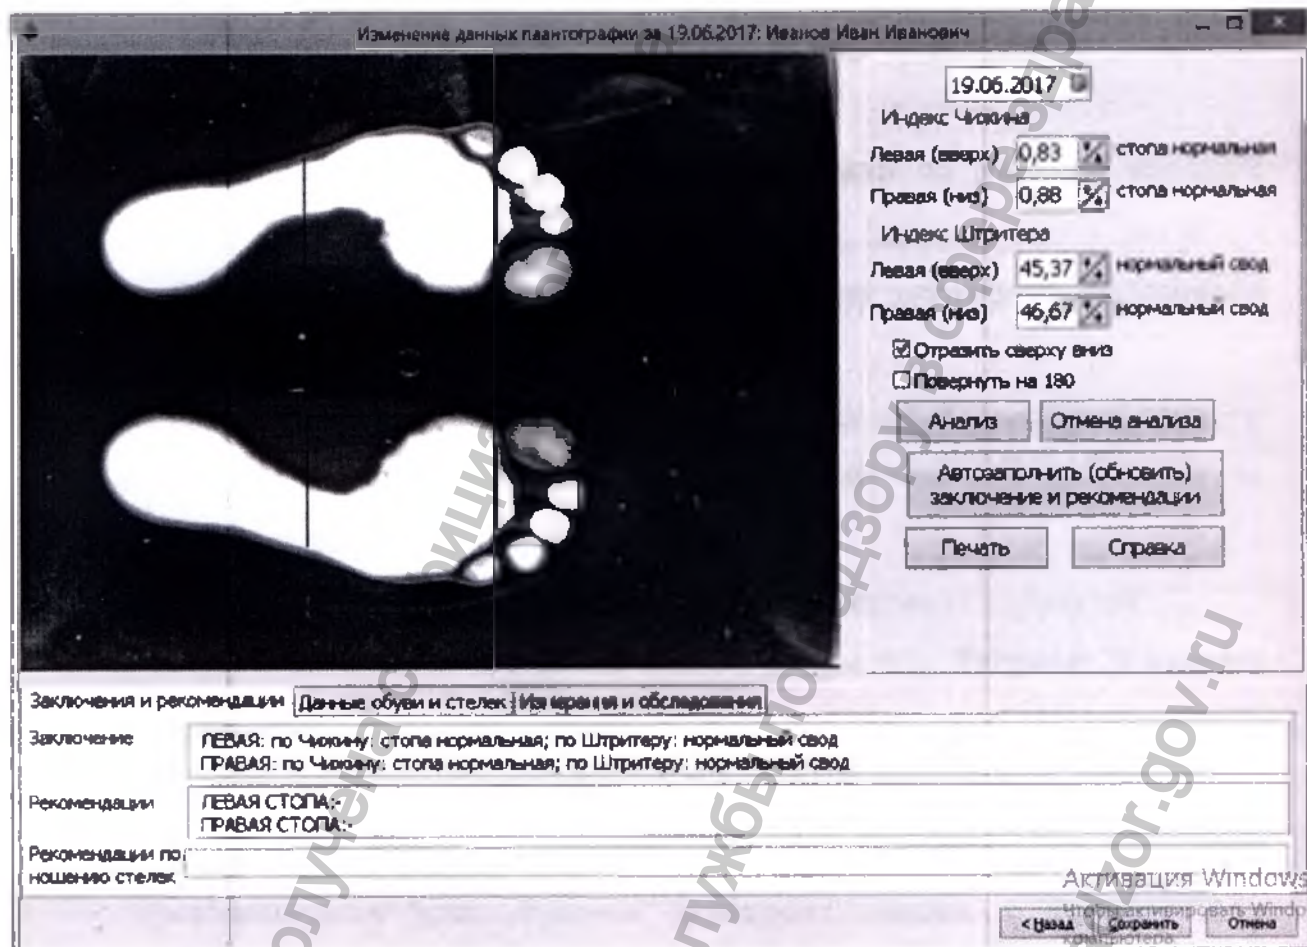

Рисунок 2. диалоговое окно снятия и анализа плантограммы.
➤ встать в центре площадки плантографа вдоль его длинной стороны (с равномерным упором на обе стопы – см. рисунок 2). **Примечание:** на экране монитора стопы должны отобразиться полностью (на отображении правая нога должна быть вверху, пятки справа). Если пятка слева сделать выбор в программе,
Описание кнопок (см. рисунок 2):
4.3 В диалоге по снятию и анализа плантограммы (см. Рисунок 2) имеется возможность калибровки экранной линейки.